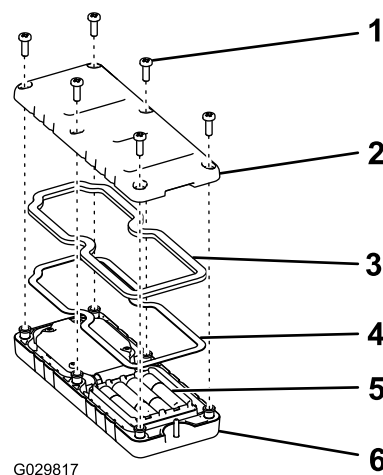

Figura 39
1. Togliete le 6 viti dalla parte posteriore del telecomando e togliete il coperchio (Figura 39).
5. Riposizionate il coperchio e fissatelo con le 6 viti precedentemente rimosse (Figura 39) e serratele a una coppia di 1,5-1,7 N m.